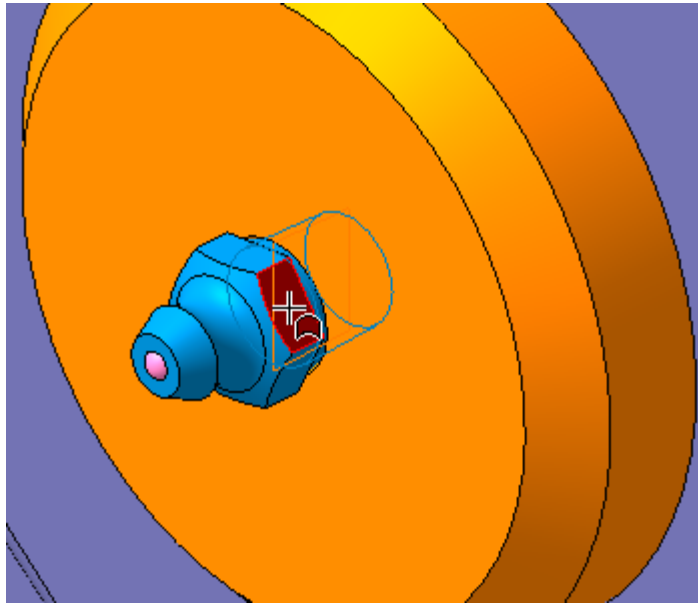

Рисунок 27.
- Нажмите кнопку Параллельность и укажите грань шестигранника (рис.27).